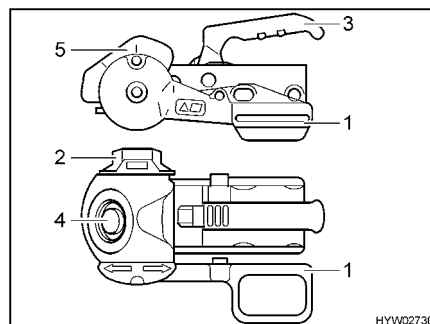

Bild 3 Säkerhetskoppling AKS 1300
- Ställ stabiliseringsstången (Bild 3,1) i det översta läget.
- Vrid ratten (Bild 3,2) moturs till stoppläget (till öppet-läget).
- Drag upp kopplingshandtaget (Bild 3,3).
- Gör en visuell kontroll: Säkerhetsindikatorns gröna cylinder (Bild 3,4) måste synas.
- Tryck stabiliseringsstången nedåt tills markeringen på stabiliseringsstången stämmer överens med markeringen på stabiliseringshuset (Bild 3,5).